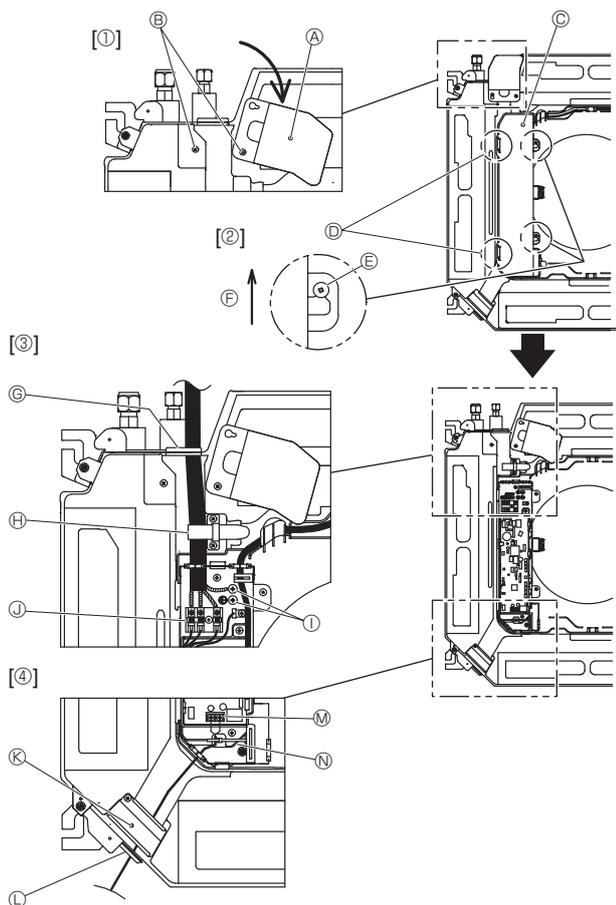
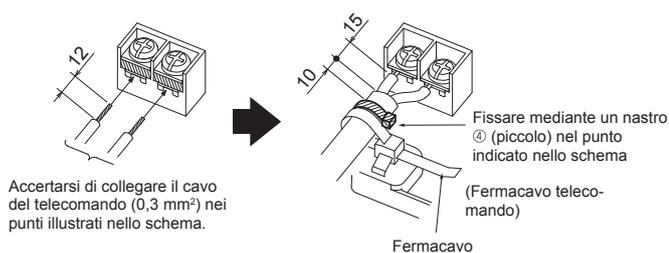

Fig. 6-1
Fig. 6-3
6.1. Sezione interna (Fig. 6-1)
- Allentare le 2 viti che assicurano il pannello di servizio dei cablaggi elettrici, quindi ruotare il pannello. [Fig. 6-1 ①]
- Allentare le 2 viti che assicurano il coperchio della scatola elettrica, quindi far scorrere il coperchio. [Fig. 6-1 ②]
- Far passare il cavo di alimentazione, il cavo di connessione dell'unità interna/esterna e il cavo della messa a terra attraverso gli ingressi indicati nello schema. [Fig. 6-1 ③]
Se non è possibile usare terminali a crimpare rotondi, seguire la procedura riportata nelle Fig. 6-3~6-6.
- Far passare e collegare il cavo di controllo remoto attraverso gli ingressi indicati nello schema. [Fig. 6-1 ④, Fig. 6-3]